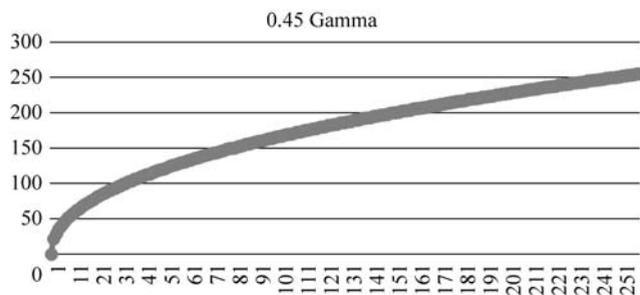

图 5.24 0.45 的 Gamma 校正曲线
0.45 的 Gamma 校正数据绘制的曲线如图 5.24 所示。